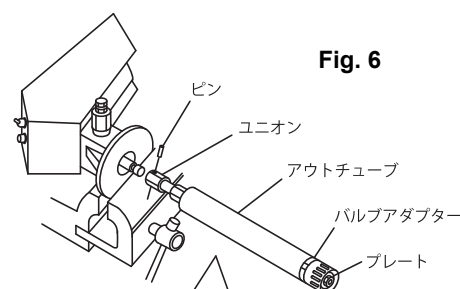

Fig. 6
- 5) バルブアダプターにスパナを掛けねじ戻すと、サクシジョンチューブも一緒に回り、上ポンプより外れます。この状態でプレートに当るまで引っ張ると、上ポンプと接続しているユニオンが現れるので、ピンを抜きユニオンのネジを戻すと下ポンプが分離できます。(Fig. 6)